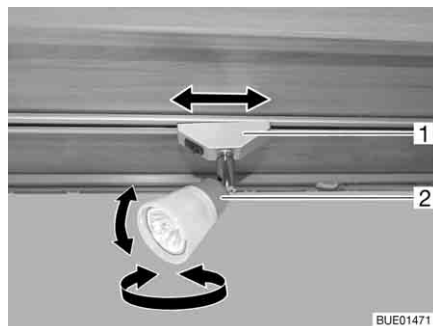

Fig. 51 Faretto
Orientamento: ■ Afferrare l'involucro (Fig. 51,2) e girarlo.
- Afferrare il supporto (Fig. 51,1) e ruotarlo di circa 45°.
- Afferrare il supporto (Fig. 51,1) e ruotarlo di 90°.